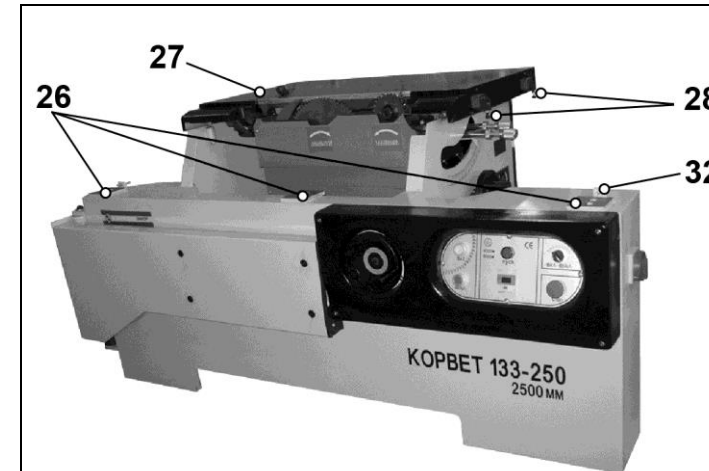

Рис. 5
8.2. Установка каретки, Рис. 5÷8
8.2.1. Как показано на Рис.5, подготовьте (очистите) опоры (26).